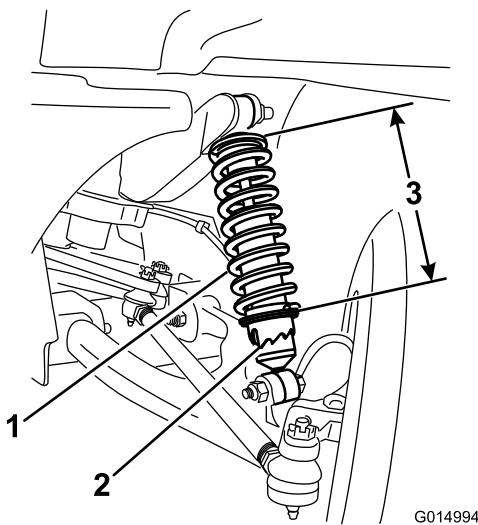

Figura 52
3. Utilizzando l'attrezzo TORO6010 ruotate il collare sull'ammortizzatore per cambiare la lunghezza della molla (Figura 52).